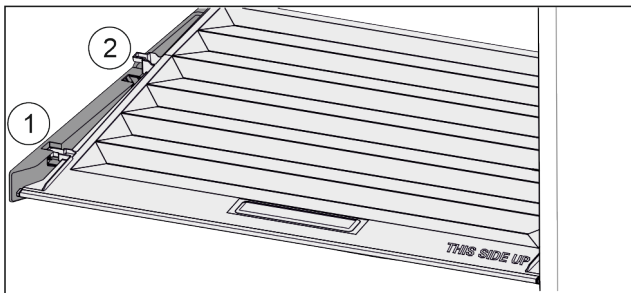

Fig. 75
- ▶ Tirare in avanti il coperchio fino all'apertura nei fermi Fig. 75 (1).
- ▶ Sollevare posteriormente dal basso e togliere verso l'alto Fig. 75 (2).